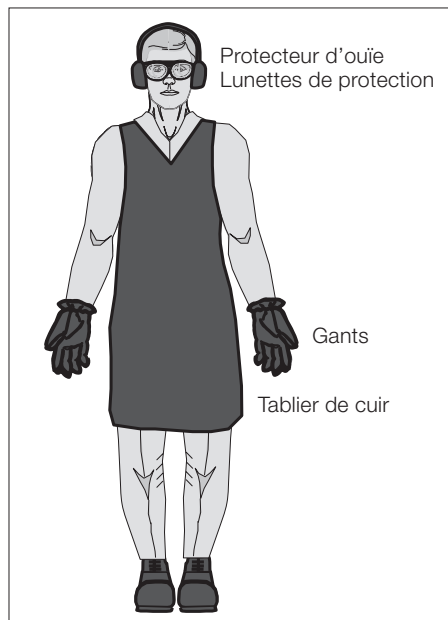

Figure 6
- 21 Le personnel dispose-t-il d'équipements de protection individuelle (tabliers doubles en cuir et renforcés de matière plastique, protecteurs d'ouïe et lunettes)? (figure 6)